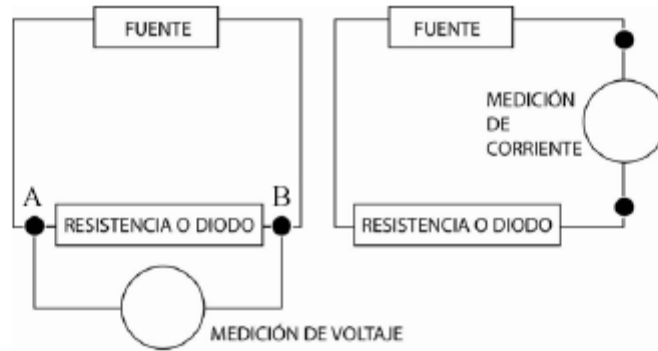

Figura 2. (a) Medición de Voltaje o Tensión. Multímetro colocado “en paralelo” y (b) Medición de corriente. Multímetro colocado “en serie”.
- Voltaje: en este caso se mide la diferencia de potencial entre dos puntos (A y B) del circuito que no necesariamente deben ser adyacentes ni cercanos. Para ello se debe conectar el multímetro “en paralelo” como indica la figura 2 (a). La resistencia interna de un voltímetro es muy grande y por tanto no consume intensidad aunque se conecte en paralelo con cualquier elemento del circuito.
- Corriente: en este caso se mide la corriente que pasa por una rama del circuito. Para ello se debe conectar el multímetro “en serie” como indica la figura 2 (b). El amperímetro posee una resistencia muy pequeña, de tal manera que no hay una caída de tensión apreciable entre sus terminales.